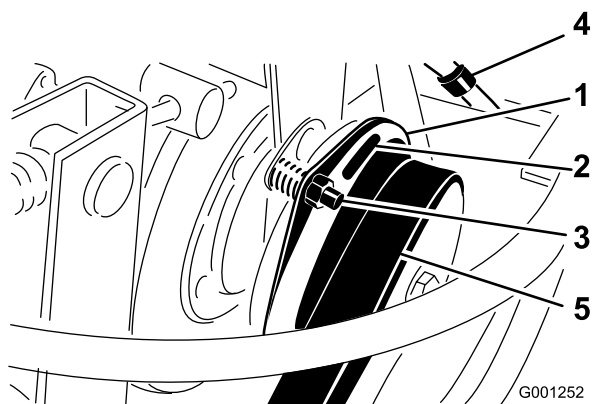

Figura 79
3. Regolate il traferro in modo da inserire, forzandolo leggermente, uno spessimetro di 0,38 mm tra il rivestimento interno della frizione e la piastra della frizione (Figura 79).
Nota: Per ridurre il traferro girate il dado di regolazione in senso antiorario (Figura 79). Il massimo traferro di servizio è di 0,76 mm. Regolate i 3 traferri.